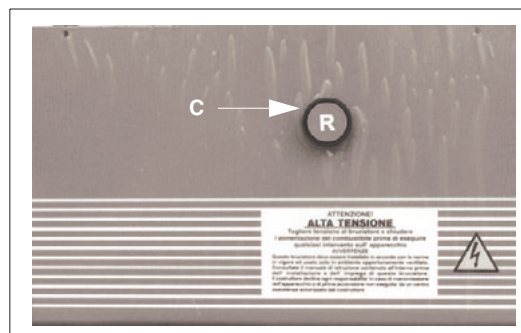

Рис. 17b - Кнопка разблокировки аппаратуры на горелках PN30 - PN60
- C Кнопка разблокировки аппаратуры управления горелки (за исключением горелок PN30 и PN60, см. Рис. 17b)